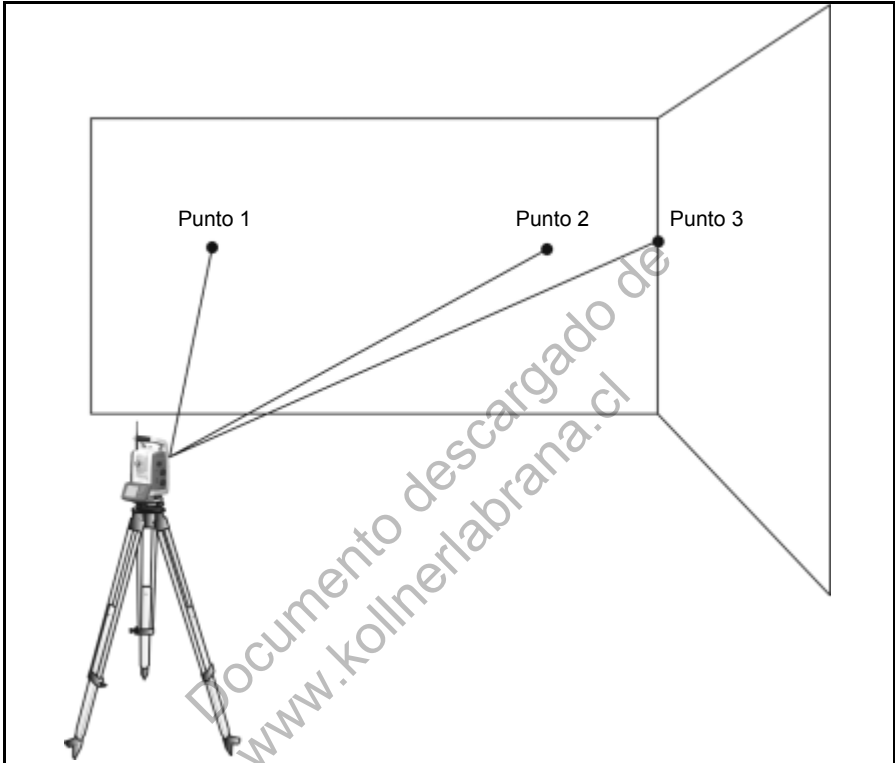

Figura 6.43 Medición de desplazamientos
2. Apunte el instrumento a la esquina y guarde los ángulos horizontal y vertical correctos. Véase la Figura 6.43